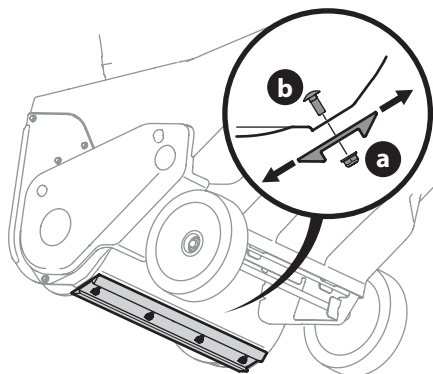

Figure 26
3. Afloje las cuatro tuercas de seguridad con reborde (a) y los pernos del carro (b) que sujetan la placa de raspado a la caja (Figure 26). Mueva la placa de raspado a la posición deseada y vuelva a apretar de manera segura las tuercas de seguridad con reborde (a) y los pernos del carro (b).
4. Quite los cuatro pernos del carro (b) y las tuercas de seguridad con reborde (a) que la sujetan a la caja del soplador de nieve (Figure 26).